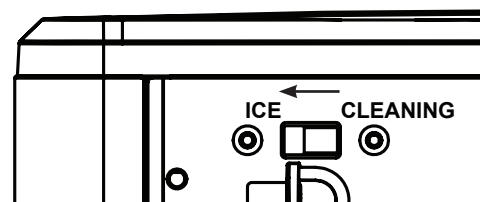

Figura 9
17. Cuando termine, deslice el interruptor trasero nuevamente al modo "Ice". Ver figura 9.